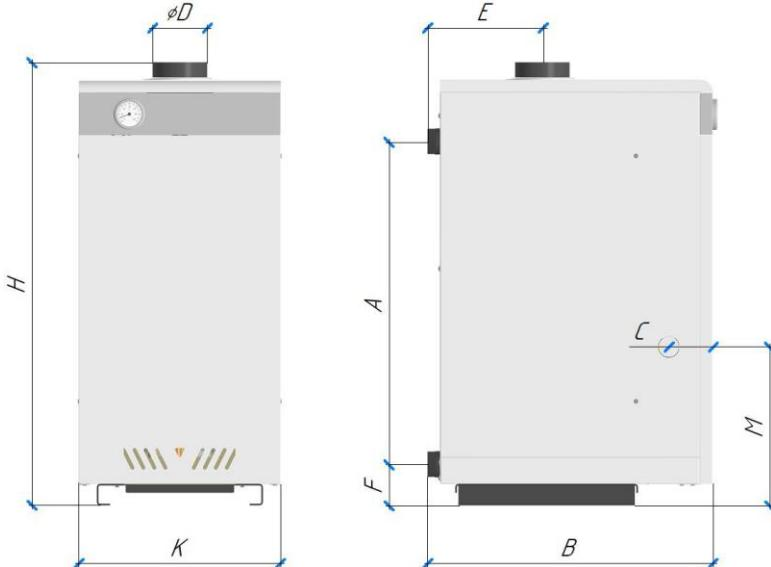
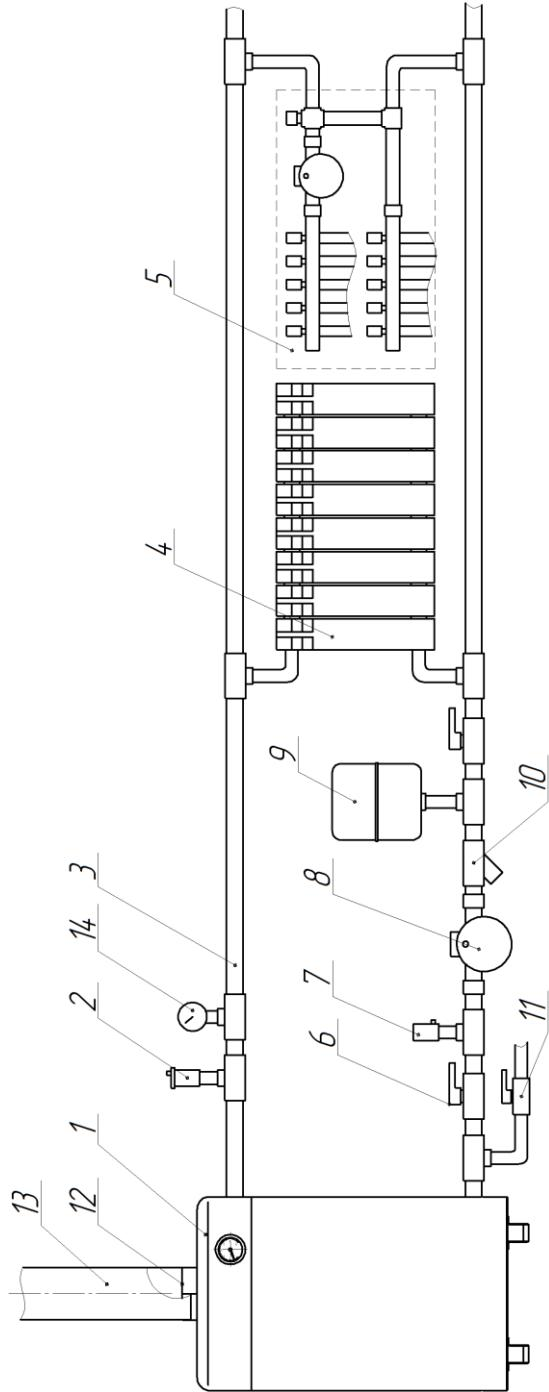
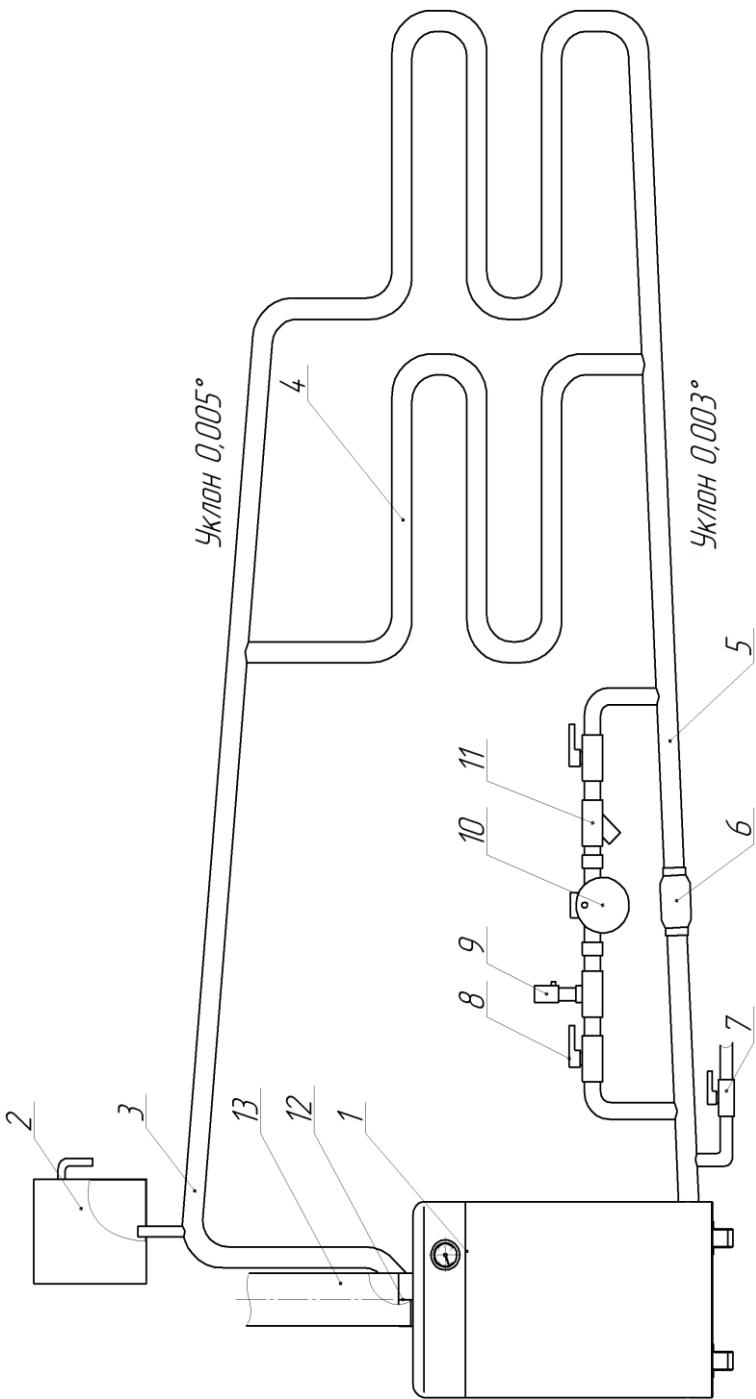

Рис. 3 Габаритные размеры котла
Рис.4 Рекомендуемая схема закрытой системы отопления
Рис.5 Рекомендуемая схема открытой системы отопления
- 8.4. Система должна быть полностью заполнена теплоносителем, автоматический вывод воздуха происходит по средствам воздушного клапана (поз.2 рис.4), вывод воздуха из радиаторов отопления (поз.4 рис.4) осуществляется вручную при заполнении системы и перед началом отопительного сезона. В открытой системе отопления вывод воздуха происходит через расширительный бак (поз.2 рис.5).
- 8.5. Смесительно-распределительный узел системы «теплый пол» (поз.5 рис.4) позволит более четко контролировать температуру теплоносителя во всех ветках системы.
- 8.6. Подготовка циркуляционного насоса (поз.8 рис.4; поз.10 рис.5) к работе и его техническое обслуживание:
- 8.7. При работе системы отопления краны (поз.6 рис.4) на трубопроводе должны быть открыты.
- 8.8. В обратный трубопровод отопления присоединяется расширительный бак закрытого типа (поз.9 рис.3). Подбор расширительного бака необходимо вести с учетом объема теплоносителя в котле плюс в отопительной системе, принять бак объемом не менее 10% от этой суммы. Установку бака открытого типа (поз.2 рис.5) рекомендуется осуществлять в подающий трубопровод.
- 8.9. Обязательно в закрытую систему установить предохранительный клапан (поз.7 рис.4) с величиной срабатывания не более 0,2 МПа и манометр (поз.14 рис.4), допускается установка компонентов в составе группы безопасности.
- 8.10. Для заполнения и подпитки системы к обратному трубопроводу подвести трубопровод от водопровода холодной воды с установкой вентиля (поз.11 рис.4; поз.7 рис.5).
- 8.11. При первом заполнении системы по показанию манометра (поз.14 рис.4) наберите давление 0,05-0,1 МПа,
при работе и нагреве котла это число возрастет. При заполнении открытой системы следите за уровнем теплоносителя в расширительном баке (поз.2 рис.5), уровень должен составлять 1/3 объема бака, при нагреве уровень увеличится.
Примечание: Автоматический переход с принудительной на естественную циркуляцию теплоносителя произойдет в случае установки под байпас обратного клапана (поз.6 рис.5), если установлен вентиль, то переход осуществляется открытием вентиля.
- 9.1. При присоединении дымоотводящего канала к котлу, труба (поз.13 рис.4) должна плотно одеваться на обечайку (поз.12 рис.4) дымохода котла. Допускается уплотнить щель огнестойким материалом (глина, базальтовый картон и т.п.).